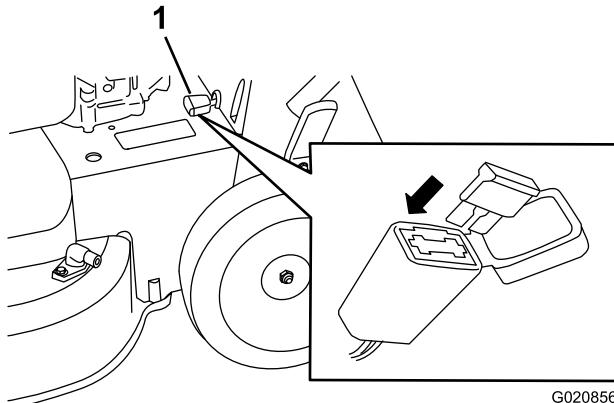

Figura 35
1. Abra el portafusibles sellado y cambie el fusible (Figura 35).